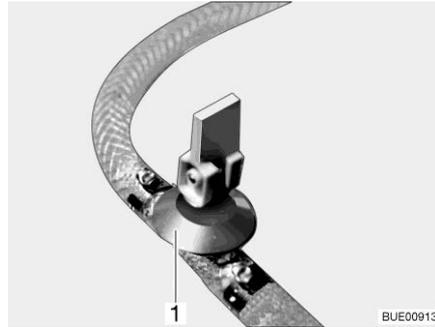
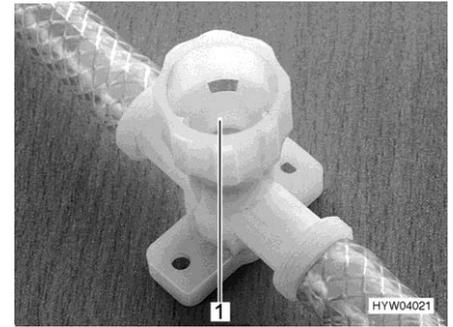

Fig. 259 Llave de desagüe (con balancín)
Fig. 260 Llave de desagüe (con tapa giratoria)
- Abrir todas las llaves de desagüe. Para esto, poner el balancín de la llave de desagüe (Fig. 259,1) en posición vertical o girar la tapa de la llave de desagüe (Fig. 260,1) en sentido contrario a las agujas del reloj.